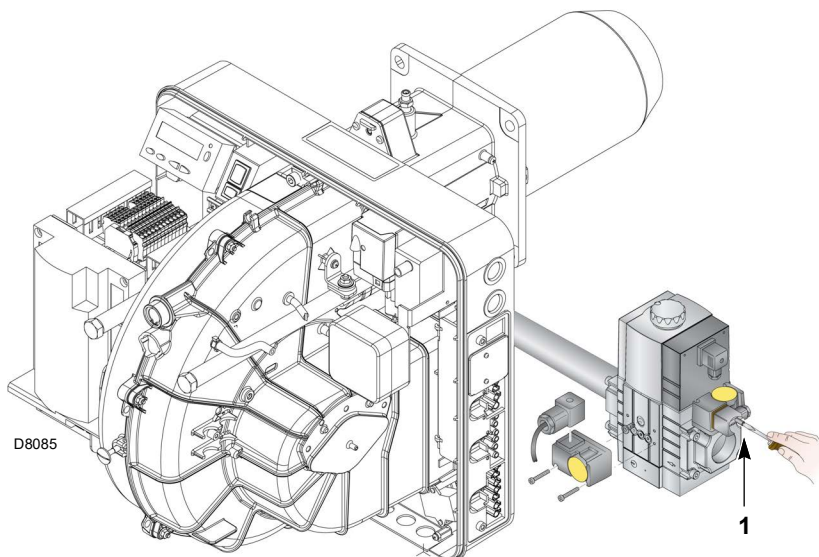

Fig. 27
- Controllare la pressione di alimentazione del gas collegando un manometro sulla presa di pressione 1)(Fig. 27) del pressostato gas di minima: deve essere inferiore alla pressione massima consentita della rampa gas, riportata nella targhetta delle caratteristiche.
- Sfiatare l'aria dalla tubazione della rampa gas, collegando un tubo in plastica sulla presa di pressione 1)(Fig. 27) del pressostato gas di minima. Portare all'esterno dell'edificio il tubo di sfiato, fino ad avvertire l'odore del gas.